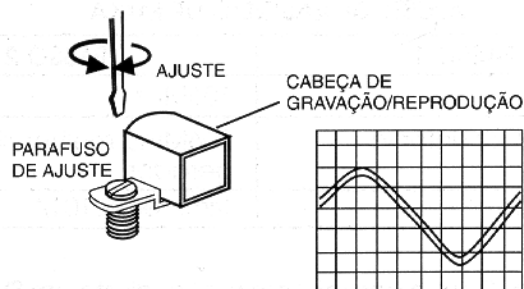

FIG. 7 AJUSTE DE AZIMUTE
- 1.2) Insira a fita MTT-113CN (8kHz) ou equivalente no "DECK 1" e ajuste o parafuso de modo a se obter um sinal de saída de máxima amplitude e mesma fase da forma-de-onda (FIG. 7).